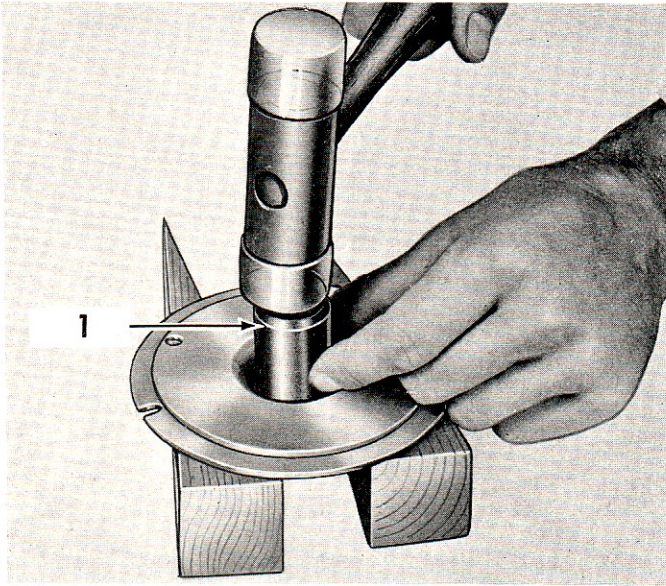

Fig. 42.
3. **Démarrateurs Ø127 mm**. Chasser le coussinet du palier intermédiaire à l'aide d'un manchon ayant un diamètre extérieur de 30,8 mm. Voir Fig. 42.